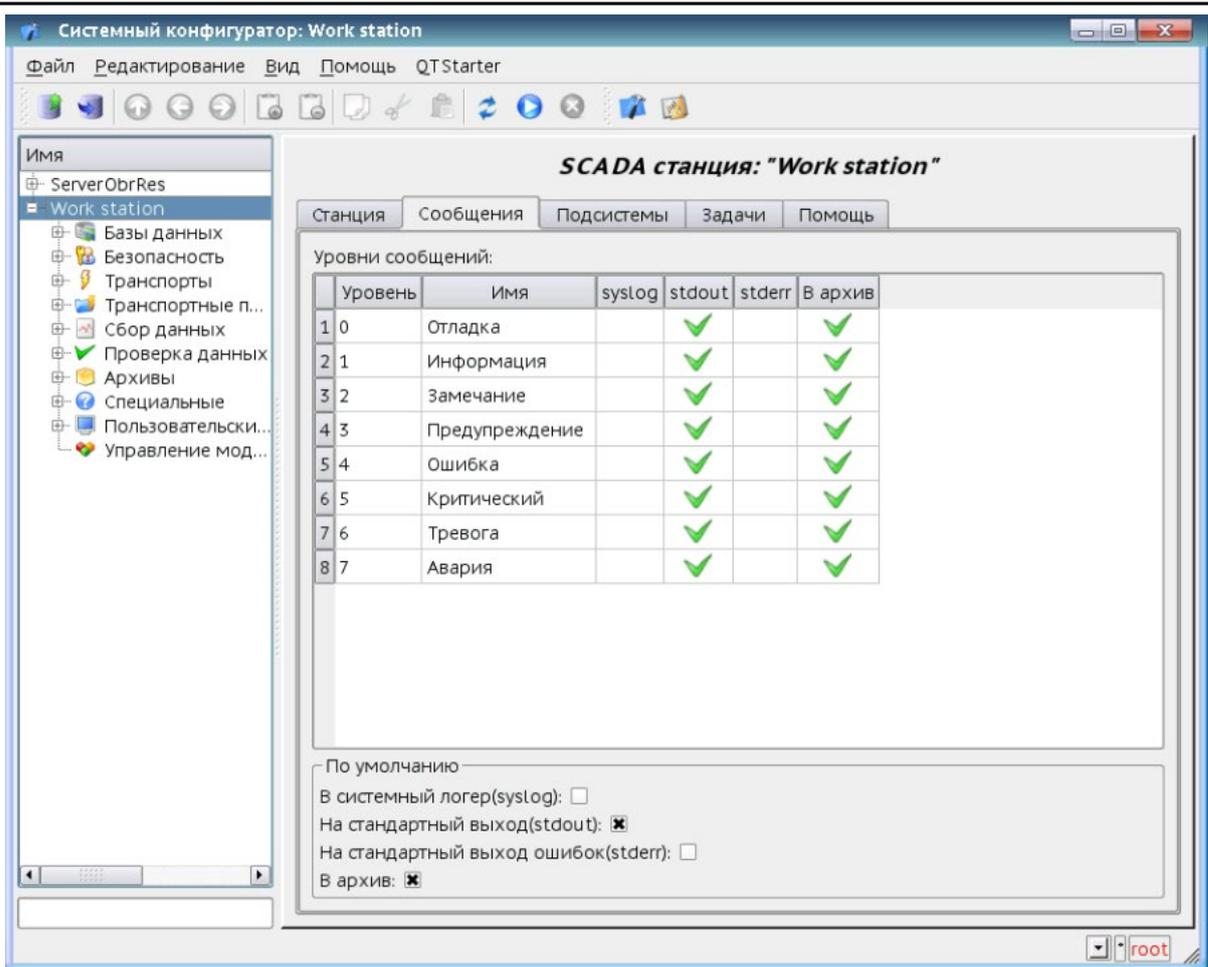

Рисунок 3
- *Алгоритм вычисления hash* – позволяет выбрать алгоритм вычисления контрольной суммы элемента. Для выбора доступны алгоритмы в соответствии с ГОСТ 34.11-94 и ГОСТ 34.11-2012. Подсчет контрольных сумм осуществляется в режиме исполнения и выводится в окно системного конфигулятора для следующих модулей: Сбор данных – Modbus, OPC, Логический уровень; Базы данных; Транспорты; Редактор графического интерфейса, а также вычисляется общая контрольная сумма для всех контролируемых конфигураций. Вкладка "Сообщения" - это раздел группы параметров, управляющих работой с сообщениями станции (рисунок 3), включает в себя: